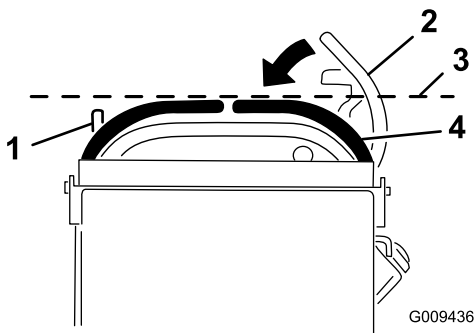

Bild 69
3. Drücken Sie den rechten Fahrtriebshebel nach unten und außen aus der arretierten Neutral-Stellung (Bild 69).
4. Prüfen Sie, ob er horizontal mit dem linken Fahrtriebshebel ausgerichtet ist (Bild 69).